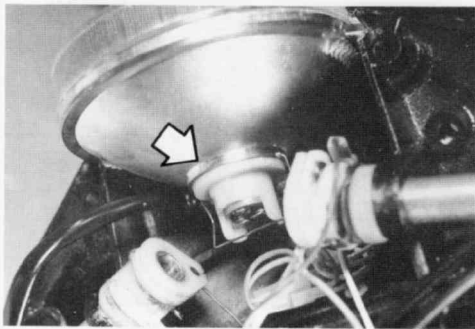

Fig 32
- Levantar la tapa lo suficiente para tener acceso al portalámparas del faro delantero, actuar directamente sobre el muelle que fija el portalámparas (fig. 32).